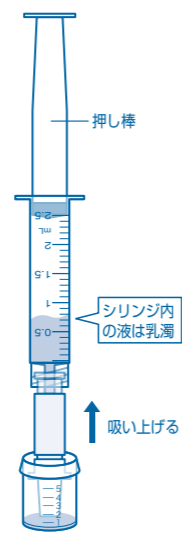

図10
⑩5mLカップにチップ先端を入れ、シリンジの押し棒を2.5mLの目盛まで引き上げた状態を保ち、液を全量吸い上げます。(図10)